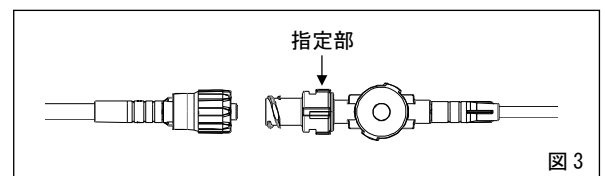

図 3
- * (1) 逆止弁付の製品を使用する場合には、逆止弁の入口を上向きにし、穿刺部より高い位置にすること。〔逆流が生じるおそれがある。〕
- * (2) 回転機能を有する逆止弁のメスコネクタにオスコネクタを接続する、又はチューブのねじれを修正する場合には、逆止弁の指定部を持つこと(図 3)。〔指定部以外を持った場合、部品の回転により十分なロックかん合ができないおそれがある。〕